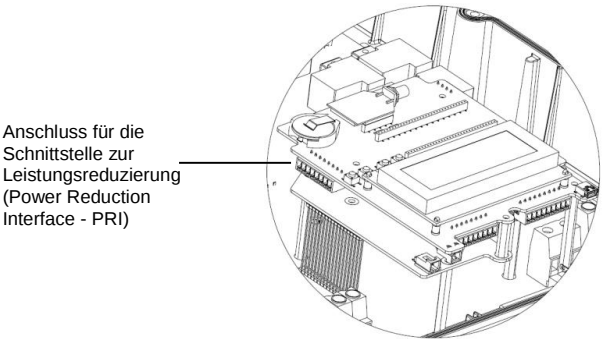

Abbildung 38 – PRI-Eingang
- 1** Schließen Sie den FRSE² direkt an die Kommunikationsplatine des SolarEdge Wechselrichters mithilfe des Steckers für die Schnittstelle zur Leistungsreduzierung (PRI) an. Abbildung 38 zeigt die Position des Anschlusses. Der Stecker ist eine 8-polige Klemmleiste.
- 3 Schließen Sie den FRSE¹ direkt an die Kommunikationsplatine des SolarEdge-Wechselrichters mithilfe des Steckers für die Schnittstelle zur Leistungsreduzierung (PRI) an. Abbildung 38 zeigt die Position des Anschlusses. Der Stecker ist eine 8-polige Klemmleiste. Die folgende Tabelle zeigt die Anschlussbelegung und Funktionalität: